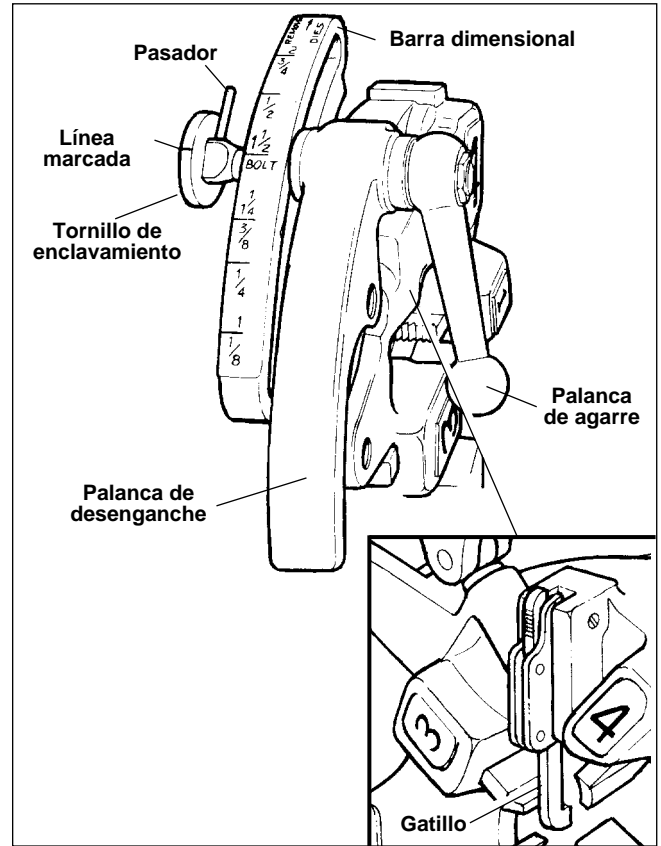

Figura 11 – Cabezal de terrajas universal de auto-apertura
- Cabezal de terrajas de Auto-apertura No. 815A (Figura 11) – Cuando el gatillo del cabezal de terrajas toca el extremo del tubo, la palanca de desenganche se abre automáticamente.
El Cabezal de terrajas Universal No. 811A (Figura 11) para roscas a mano derecha necesita cuatro juegos de terrajas para roscar tubería desde 1/8 hasta 2 pulgadas. Se precisa un juego de terrajas para cada uno de los siguientes tamaños: (1/8 pulg), (1/4 y 3/8 pulg), (1/2 y 3/4 pulg) y (1 a 2 pulgs). Para roscar pernos se necesita un juego distinto de terrajas para cada tamaño de perno. No se encuentran disponibles terrajas para cabezales universales a mano izquierda.